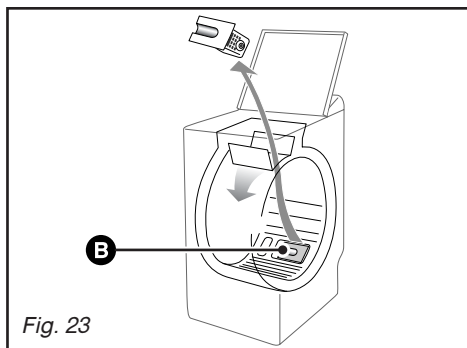

Fig. 23
Par les ouvertures laissées libres par le retrait de la pièce **A**, vous avez accès au filtre de pompe **B** (Fig. 23)
- retirez-le de son logement (Fig. 23)